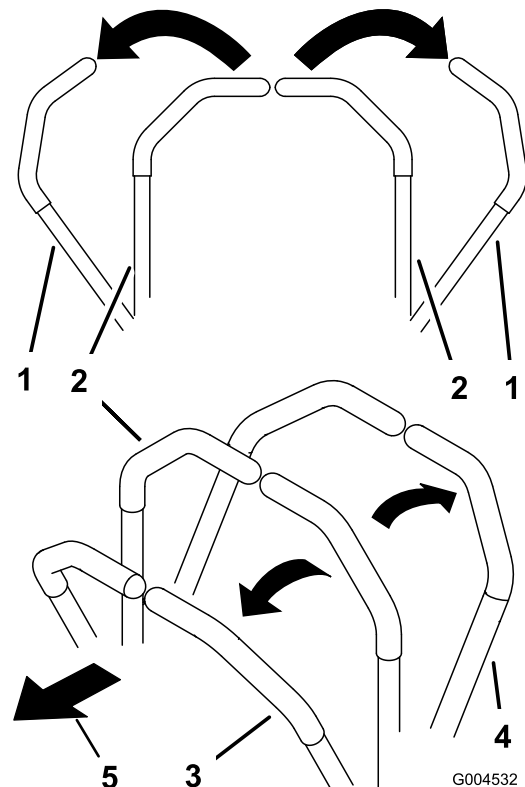

Figure 18
1. Mettez les leviers de commande de déplacement (Figure 18) en position de verrouillage au point mort.
- Pour vous déplacer en ligne droite en marche avant, poussez doucement les leviers de commande de déplacement vers l'avant (Figure 18).
- Pour vous déplacer en en ligne droite en marche arrière, tirez doucement les leviers en arrière (Figure 18).
- Pour tourner, ralentissez la machine en tirant les deux leviers en arrière puis poussez en avant le levier du côté opposé à celui que vous voulez prendre (Figure 18).